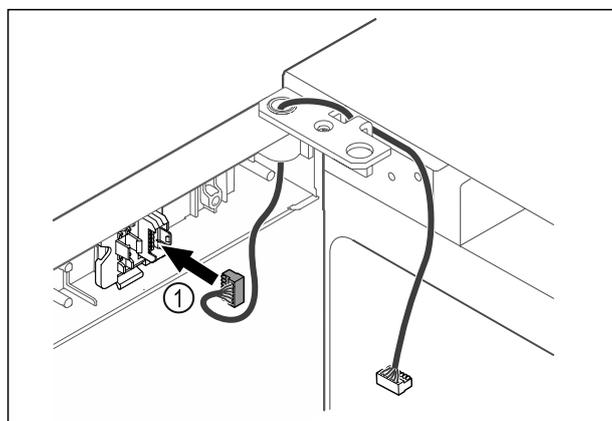

Fig. 44
- Utaknite utikač Fig. 44 (1) u držač utikača.